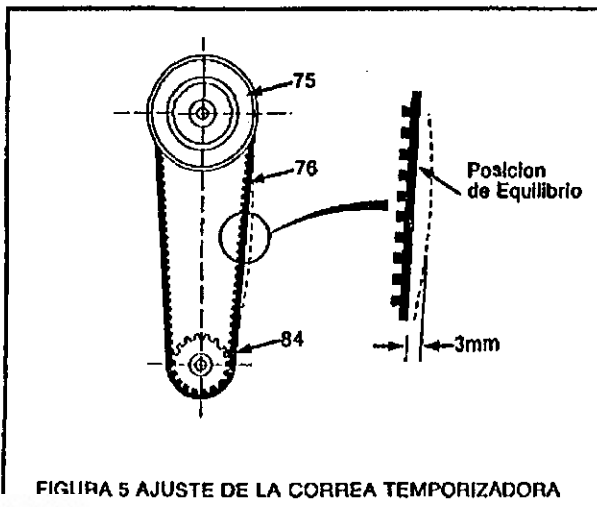

FIGURA 5 AJUSTE DE LA CORREA TEMPORIZADORA
Quite la tapa del alojamiento (79) y ajuste la correa de distribución (76), tirando suavemente de la misma por el extremo inferior de la polea del motor (75), de manera que el movimiento horizontal en el centro de la correa sea de aproximadamente 3mm desde la posición de equilibrio (ver Figura 5).